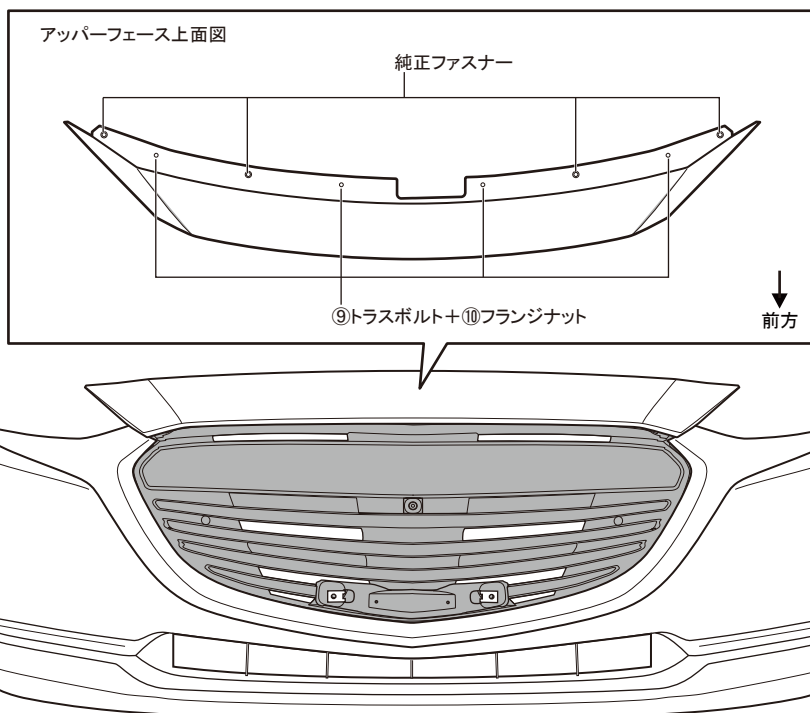

図9 ナンバープレート取付け
15. 図9を参照し、純正ボルトを使用し、⑥ナンバーブラケットにナンバープレートを取付け、作業完了です。